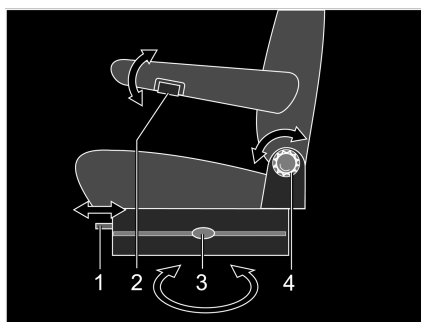
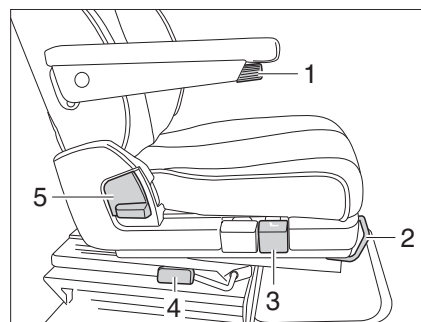

Fig. 69 Siège conducteur et siège passager (Aguti)
Fig. 70 Siège conducteur et siège passager (ISRI)
- Presser ou tirer sur le levier (Fig. 69,3 ou Fig. 70,4) pour faire pivoter le siège. Le siège est libéré du dispositif de blocage.